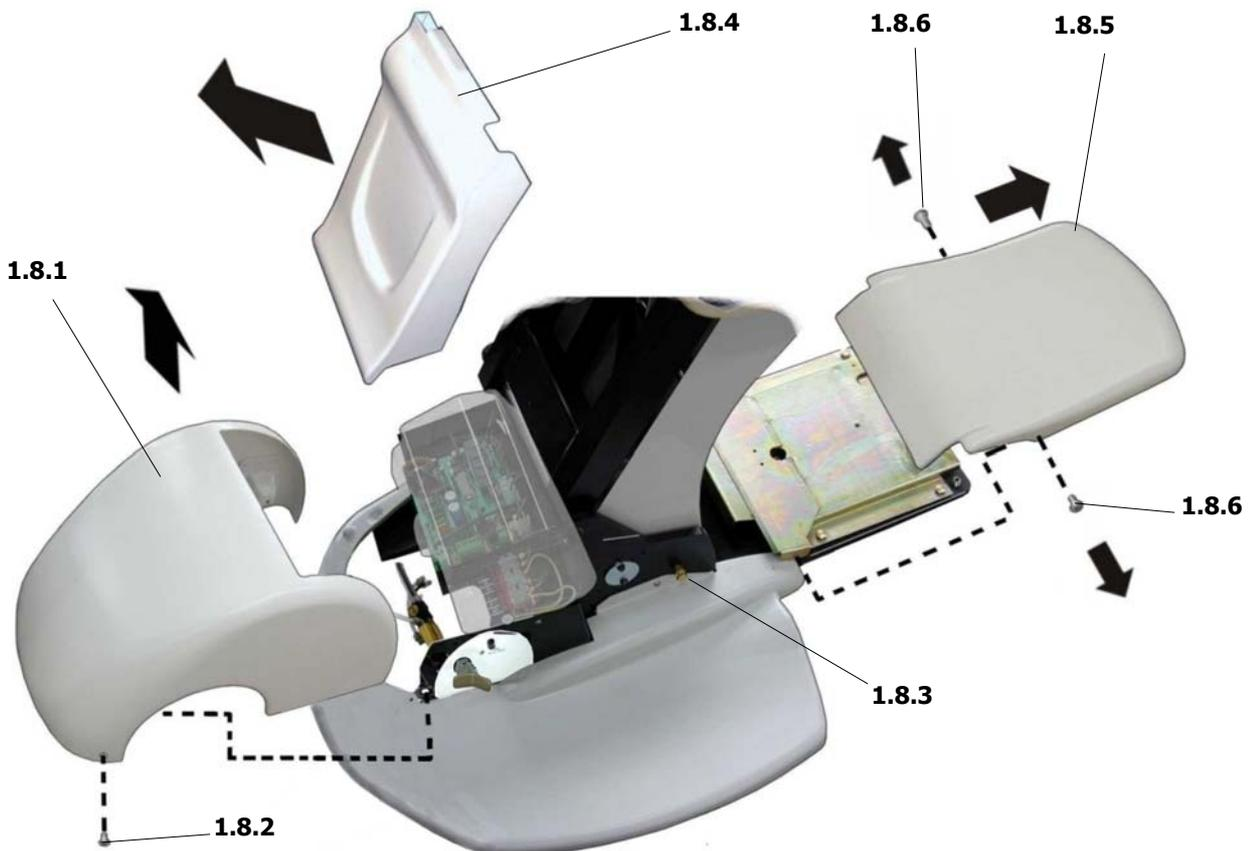

Fig. 1.8 – Capot de protection base fauteuil
- Une fois ces essais effectués, remettre en place la couverture (1.1.2) et la fixer à l'aide des vis (1.1.1). monter de nouveau la couverture (1.8.1) et fixer il même avec la vis (1.8.2 - fig 1.8).
CAPOT DU CIRCUITES ELECTRIQUES DU FAUTEUIL, DU BLOC D'ALIMENTATION ET PLATE-FORM DE SICURITE' (Fig. 1.8).